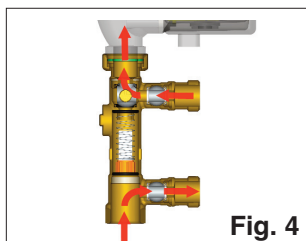

Fig. 4
- Remplir l'installation de liquide de lavage et faire circuler ce dernier durant le temps nécessaire au nettoyage complet (voir figure 4) ;